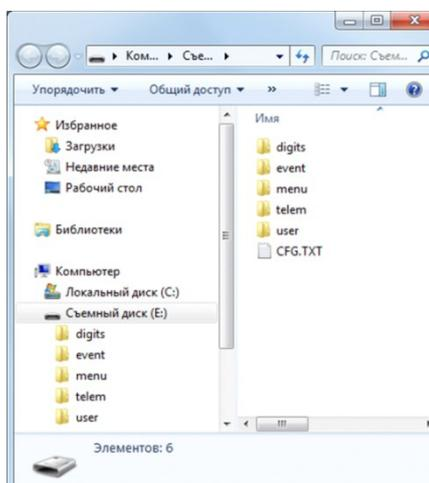

Рис. 9.3. Файловая система контроллера
4. В окне Автозапуск выберите *Открыть папку для просмотра файлов*. В результате откроется окно, отображающее файловую систему контроллера (рис. 9.3).